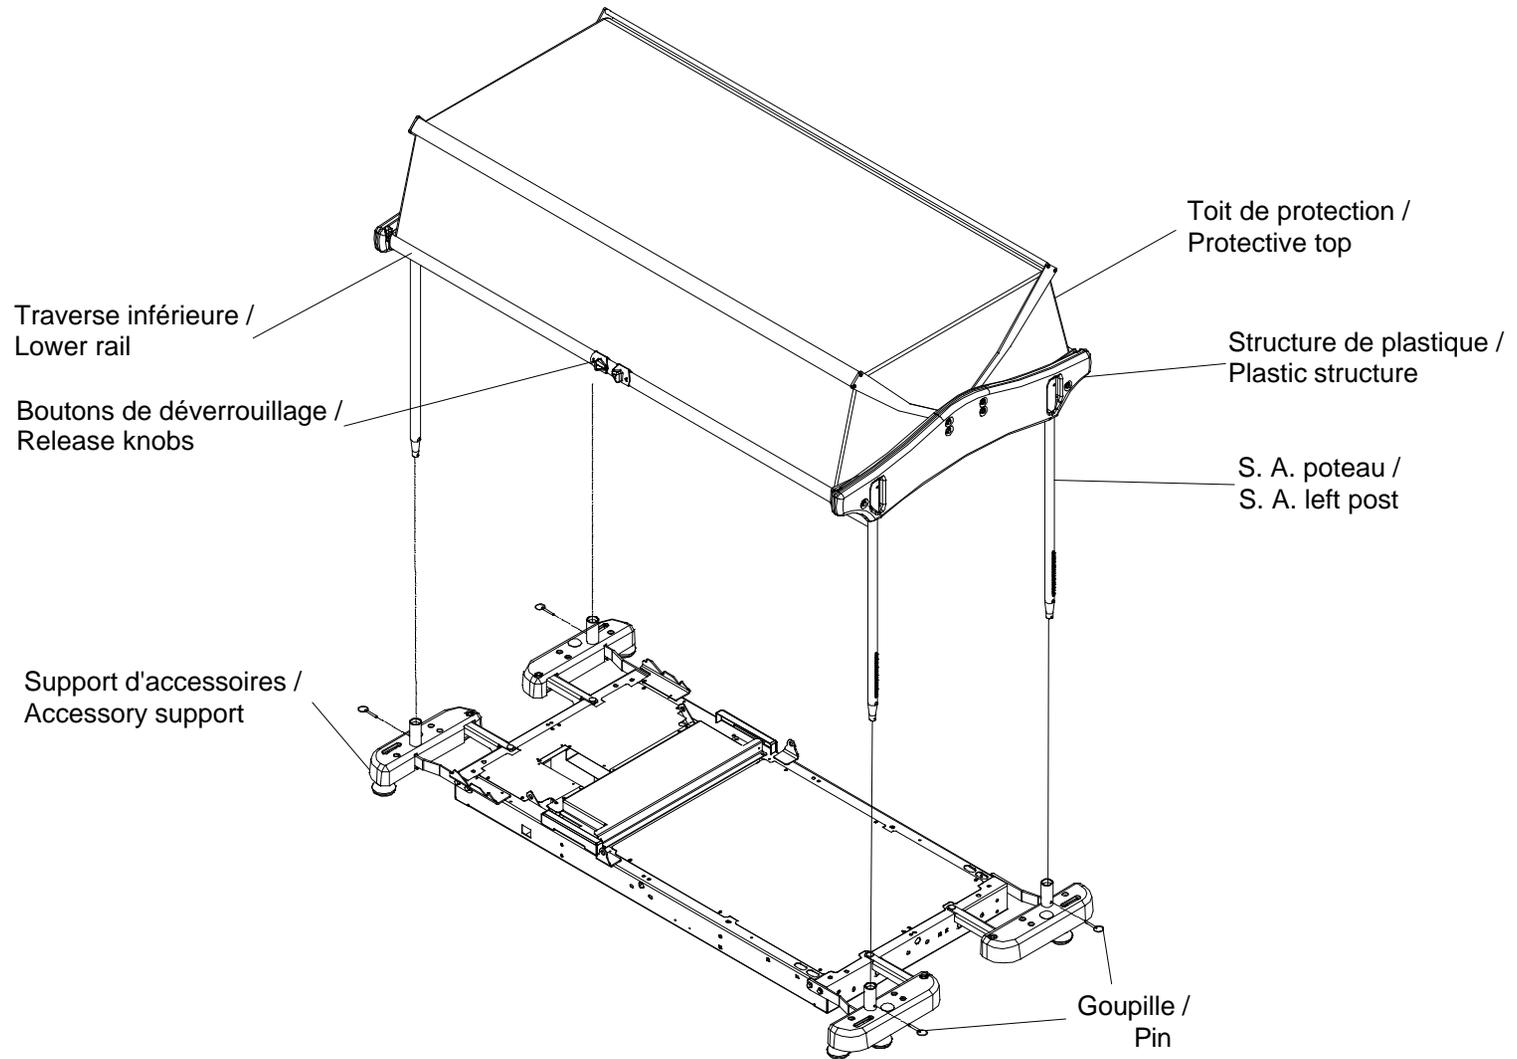

Figure 1
<p> ATTENTION</p> <p>Retirez le patient du lit avant d'entreprendre l'installation de l'accessoire.</p> <p>Outils requis :</p> <p>Clé 9/16"</p> <p>Procédure :</p> <p>Référez-vous à la figure 1 qui suit la section « Utilisation ».</p> <p>REMARQUE</p> <p>Deux personnes sont nécessaires pour installer le toit de protection</p> <ol style="list-style-type: none"> <li>1. Installez les 4 poteaux dans les deux structures de plastique du toit de la façon suivante : Pressez la goupille d'ancrage, située dans la partie supérieure du poteau (A) et insérez le poteau dans un des quatre orifices prévus à cette fin sur les structures de plastique (B).</li> <li>2. Tourner le poteau jusqu'à ce que la goupille s'insère dans l'orifice qui lui est destiné sur la face externe de la structure de plastique.</li> <li>3. Installez les quatre poteaux du toit dans les douilles des supports d'accessoires et verrouillez les poteaux en place à l'aide des goupilles d'attelage (C).</li> </ol> <p> ATTENTION</p> <p>Avant d'utiliser le toit de protection, il est très important pour la sécurité du patient de s'assurer par un examen minutieux que le toit a été correctement installé sur la civière.</p>	<p> WARNING</p> <p>Remove the patient from the bed before installing the accessory.</p> <p>Necessary Tools:</p> <p>9/16" wrench</p> <p>Procedure:</p> <p>See figure 1 following the Operation section.</p> <p>NOTE</p> <p>Two people are necessary to install the protective top.</p> <ol style="list-style-type: none"> <li>1. Insert the four posts into the two top plastic structures the following way: Press on the lock pin located on the top part of the post (A) and insert the post into one of the four slots provided on the plastic structures (B).</li> <li>2. Ensure that the post is securely locked in place by checking that the lock pin is positioned in the slot provided on the outer side of the plastic structure.</li> <li>3. Install the four posts in the accessory bracket sockets and lock the posts in place using the four hitch pins (C).</li> </ol> <p> WARNING</p> <p>It is very important for the patient's safety that the whole assembly is thoroughly inspected before use to ensure it is properly and securely mounted.</p>